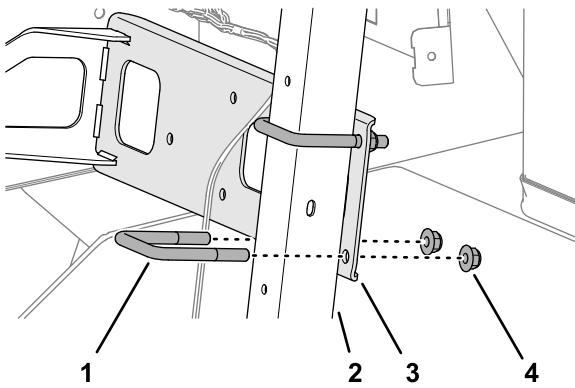

Figura 76
4. Monte provisionalmente el soporte del distribuidor en el tubo de sujeción del salpicadero (Figura 76) con 2 abrazaderas (3/8") y 4 contratuerca con arandela prensada (3/8").